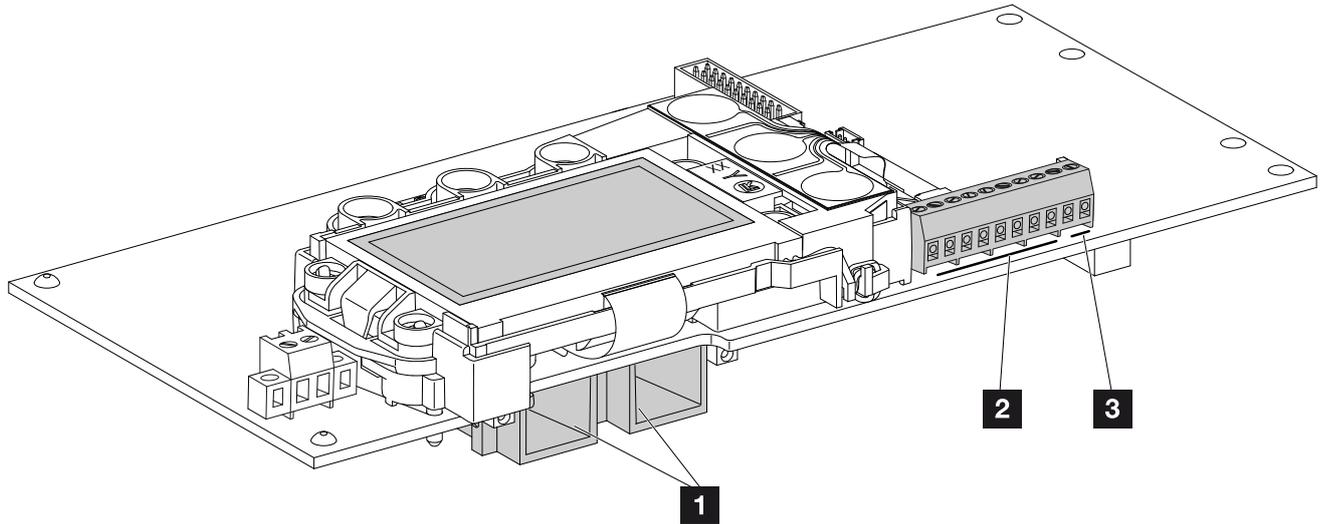

Fig. 34: Kommunikationsboardets komponenter
5. Isæt DC-strengenes bøsninger og stik ved vekselstrømsomformeren. ↗ Fig. 34